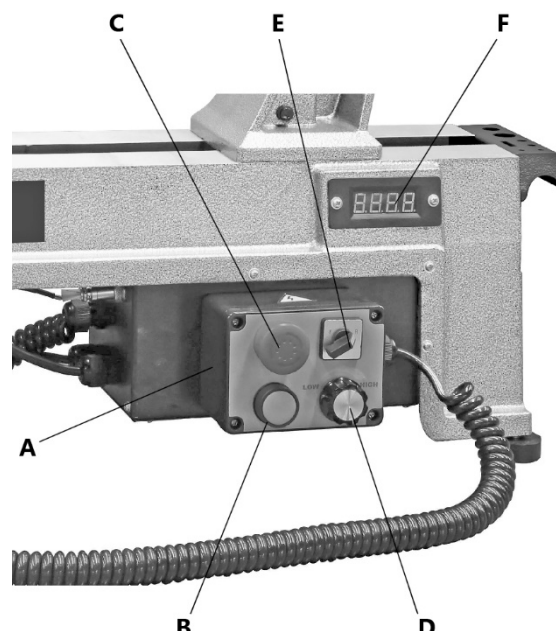

Рисунок 3.
- Установите переключатель направления вращения Е (рис. 3) в нейтральное положение (0) и поверните ручку D скорости шпинделя до упора против часовой стрелки.
Для изменения скорости внутри выбранного диапазона, поворачивайте рукоятку D (рис. 3) регулировки скорости, результат регулировки можно отследить на дисплее F. Выбрать направление вращения можно с помощью переключателя E.